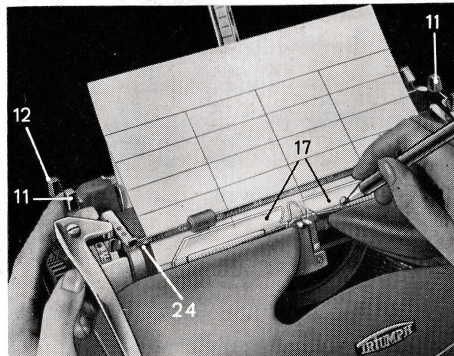

Abb. 6
Um auf eingespanntem Bogen senkrechte und waagrechte Linien ziehen zu können, steckt man die Bleistiftspitze in das Führungsloch des rechten Zeilenrichters. Zum Ziehen der waagrechten Linien wird der Wagen unter Benutzung des Wagenlösers (11) nach links oder rechts bewegt, zum Ziehen senkrechter Linien die Schreibwalze vor- oder zurückgedreht. In letzterem Fall empfiehlt es sich, die Arretierung aufzuheben, indem man den Walzenlöser (12) nach vorn legt (Abb. 6).